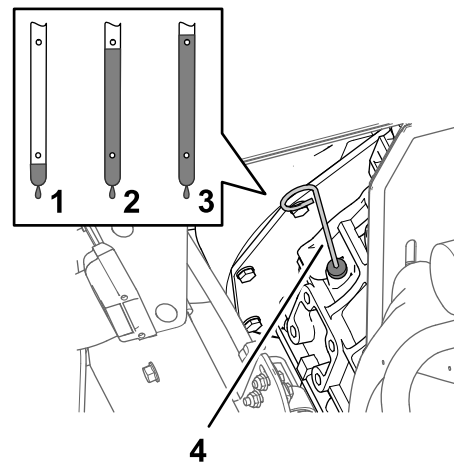

图 78
6. 取出量油尺并检查发动机中的机油油位 (图 78)。
7. 慢慢注入规定油量的剩余部分使油位达到量油尺上的“已满”标记处 图 78。